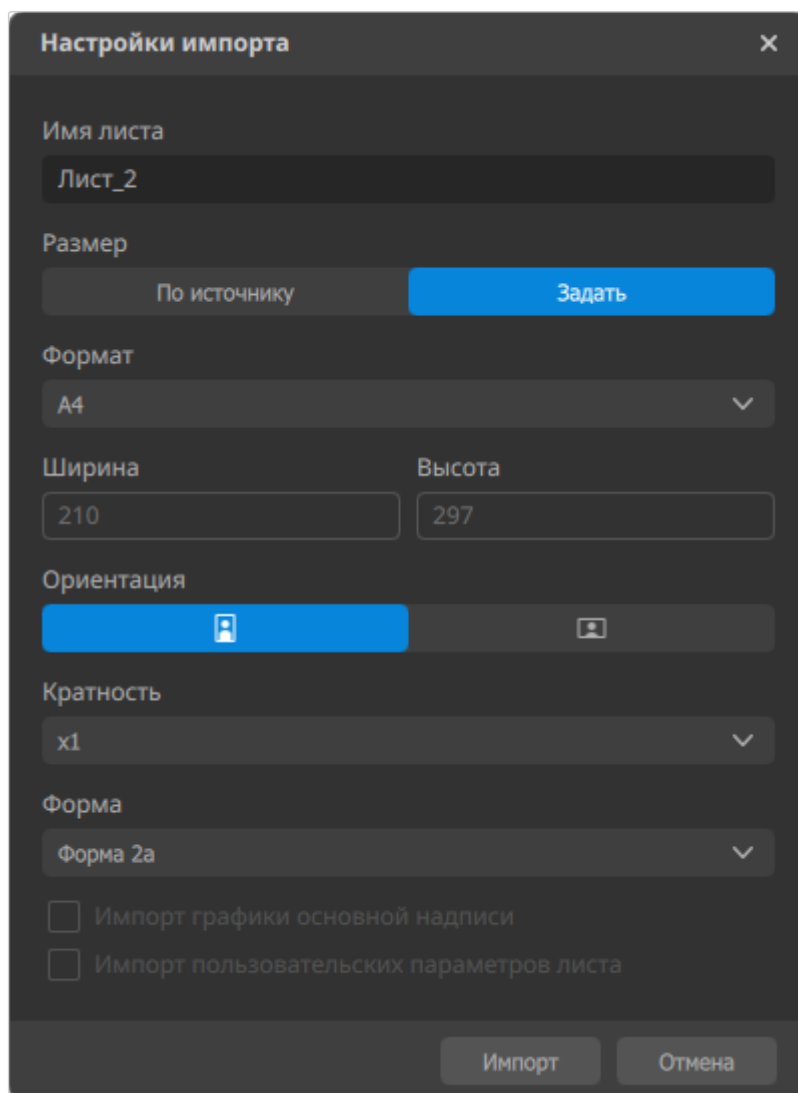

Рисунок 61. Окно «Настройки импорта»
- 3) Откроется окно «Настройки импорта» (см. рисунок 61), в котором: